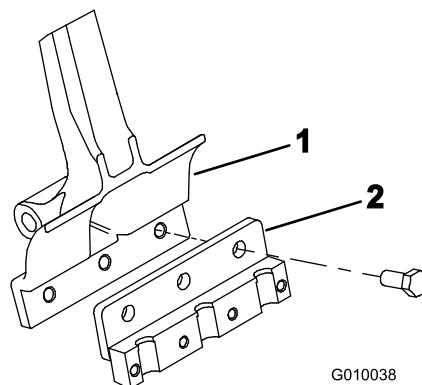

Figura 23
2. Su ciascun braccio delle fustelle montate un portafustelle usando 3 bulloni (1/2 x 1-1/4 poll.) (Figura 23). Serrare i bulloni a 101,6 Nm.